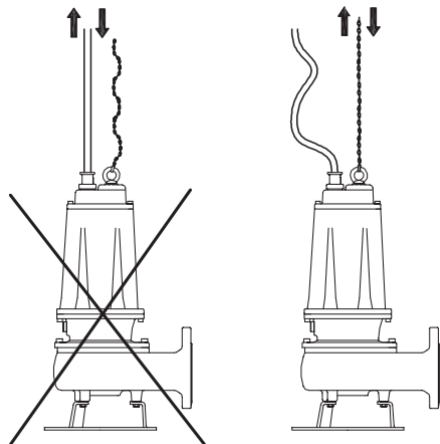

FIG. 1 - Inmersión bomba
**⚠️** Para un correcto funcionamiento, la bomba se debe apoyar directamente en el fondo del foso sobre su base de soporte. Para introducirla en el foso es necesario suspenderla por el asa o argolla de la propia bomba mediante un material resistente (Nylon, acero inoxidable, etc.). Jamás se suspenderá mediante el cable eléctrico (FIG.1).